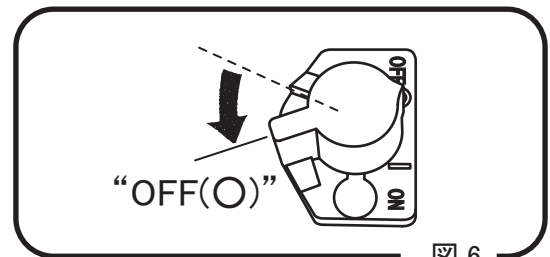

図 6
- 1 作業を止めてエンジンを停止させる時は、調速レバーを戻し低速回転で3～5分程エンジンを回してエンジンの温度が下がってからストップスイッチを“OFF(O)”側に回して下さい。(図 6) エンジンが熱い内に停止させますと、シリンダー内壁の油膜が焼けて磨耗を早める等、本機へ悪影響を与え寿命が短くなったり思わぬ故障の原因となります。